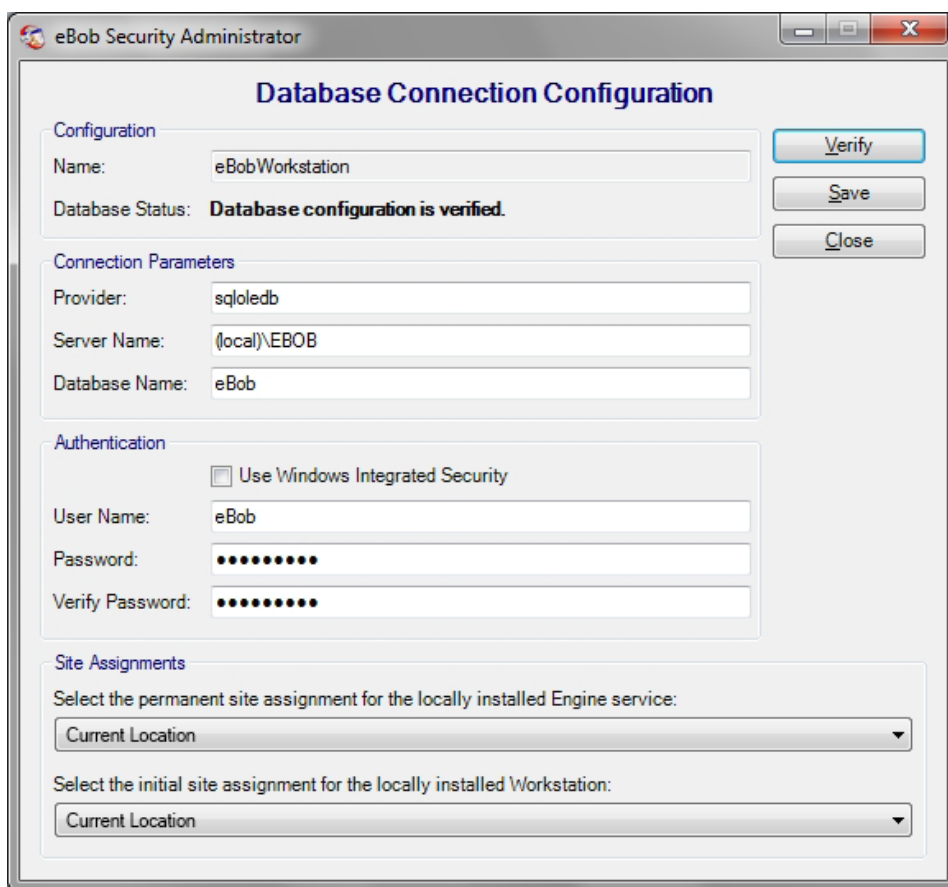

Figura 49
2. Cambiar la ruta por defecto para el Nombre del Servidor a una dirección IP estática o al nombre de la PC que hospeda la base de datos SQL. Véase la Figura 49, el Nombre del Servidor por defecto es *(local)\EBOB* y puede dejarse de este modo solo si la base de datos esta instalada en esta PC. Ejemplo usando una dirección IP: 192.168.254.100*EBOB*.